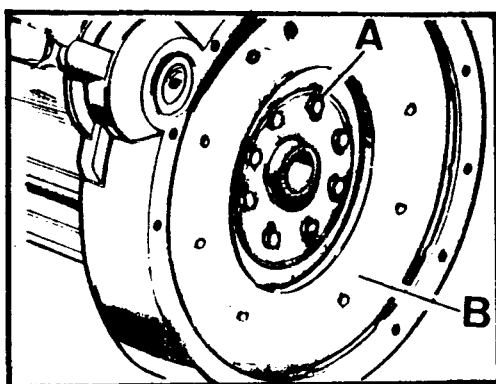

Fig. A1-K Desmontaje del volante
- 1.2. Desmontar los tornillos, A (Fig. A1-K) y retirar el volante, B, haciendo uso del extractor, 192023.
- 2.2. Fijar el volante, B (Fig. A1-K) con sus tornillos, A, apretándolos alternativamente a una tensión de 6,90 mkg.